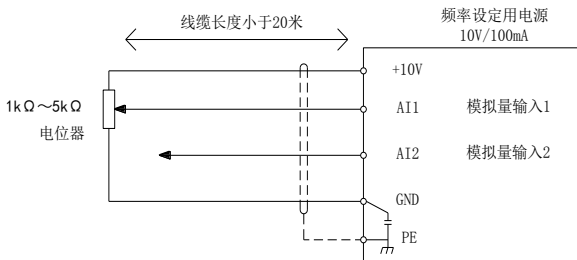

图 3-14 模拟量输入端子接线示意图
- 模拟电压信号特别容易受到外部干扰，所以一般需要用屏蔽电缆，而且接线距离尽量要短，应小于 20m，如图 3-14 所示。